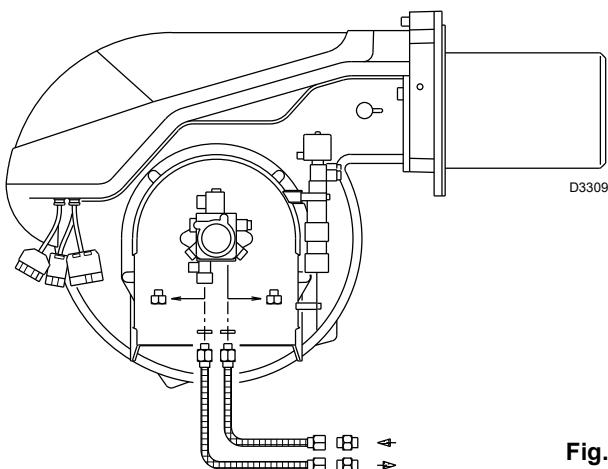

Fig. 20
6.2 Collegamenti idraulici (Fig. 20)